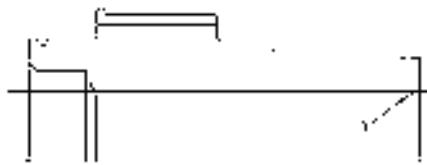

图 8-81 偏移直线
6) 单击“修改”工具栏中的“偏移”按钮 ，将锥齿轮轴右端的直线分别向左偏移“1”“4”和“9”；将水平中心线向上偏移“23.25”，并将偏移后的中心线改为粗实线层。结果如图 8-81 所示。
7) 单击“修改”工具栏中的“旋转”按钮 ，将上步偏移后的水平线以图 8-81 所示的 A 点为基点旋转 30°，修剪后的结果如图 8-82 所示。